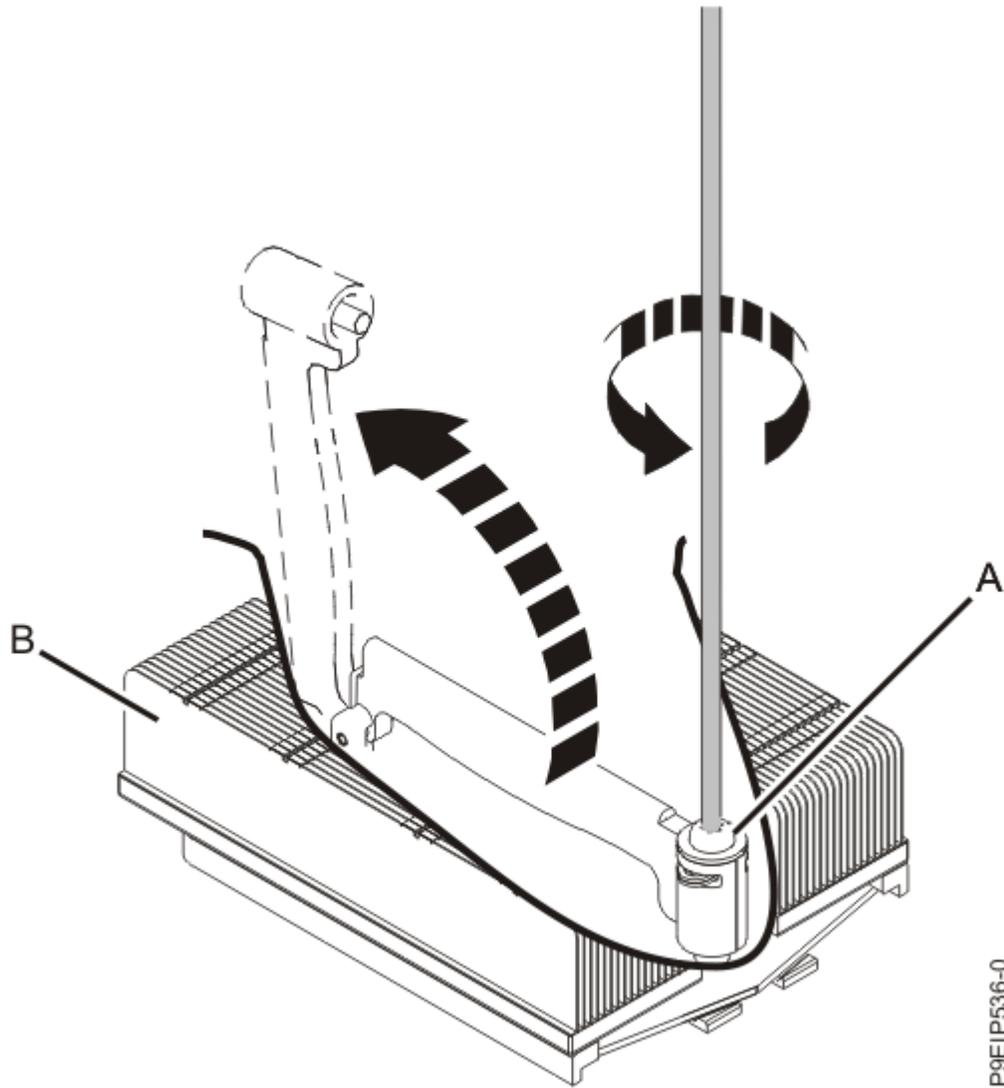

Figura 36. Aflojar el tornillo del brazo de carga del disipador térmico
3. Afloje el tornillo del brazo de carga **(A)** del disipador térmico **(B)** que está extrayendo con un destornillador de estrella número 3. El brazo de carga gira en la dirección que se muestra en la Figura 36 en la página 40.